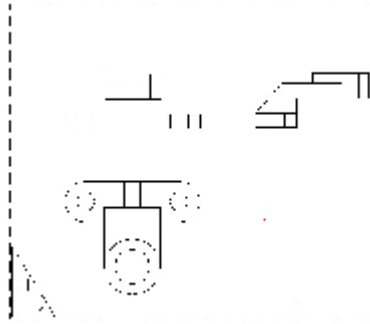

图 6-87 关闭了实体所在的图层
**步骤八：**重复步骤七的操作过程，分别在前视图视口和左视图视口完成支架的前视轮廓线和左视轮廓线。关闭支架实体所在的图层。将光标移到四个视口外面双击左键，视口的分界线消失了。如图 6-87 所示。